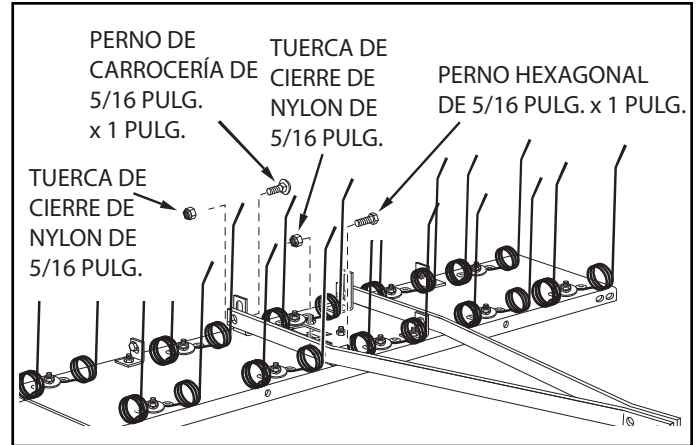

FIGURA 2
3. Acople los brazos de montaje del enganche al lado externo del frente de los soportes en ángulo. Use dos pernos hexagonales (D) de 5/16 pulg. x 1 pulg. y tuercas de cierre de nylon (I) de 5/16 pulg. **Apriete**, luego **afloje** ligeramente las tuercas. Vea la figura 2.
4. Acople los brazos de montaje del enganche al lado externo de la parte trasera de los soportes de montaje. Use dos pernos de carrocería (E) de 5/16 pulg. x 1 pulg. y tuercas de cierre de nylon (I) de 5/16 pulg. **No apriete todavía.** Vea la figura 2.
- Apriete** los pernos y tuercas traseros instalados en la figura 2.